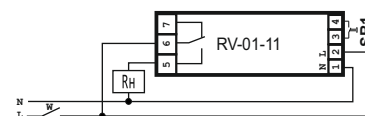

Рис. 4. Схема подключения реле (вариант 1)
7.2. Подключить нагрузку мощностью до 2,2 кВт к изделию согласно рис. 4 и 5. Для этого используйте одножильный или многожильный провод с двойной или усиленной изоляцией и сечением, соответствующим мощности нагрузки. Напряжение питания подается на контакты 1 и 2. Напряжение может подаваться через выключатель W или напрямую. Управляющая кнопка SB1 подключается к контактам 4 и 5.